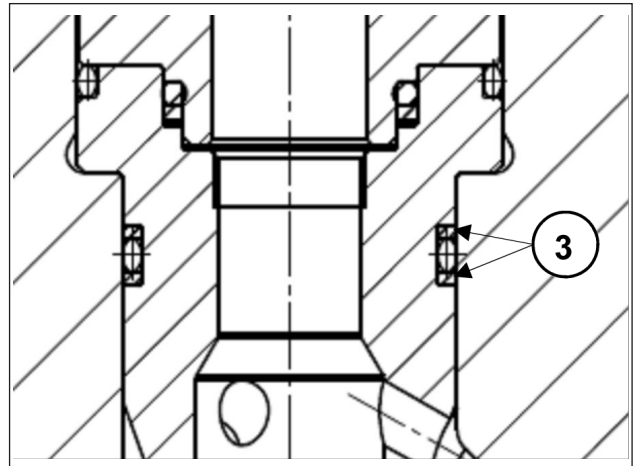

Abb. 35
- 2 **Setzen Sie die Saug- und Druckventilgruppen samt Hülsen bis auf Anschlag in ihren Sitz am Kopf ein. Achten Sie insbesondere darauf, nicht die Stützringe der Hülsen (Abb. 35, Pos. ③) zu beschädigen. Gehen Sie zum vorschriftsmäßigen Einsetzen und Ausrichten der Ringe in den entsprechenden Sitzen folgendermaßen vor:**